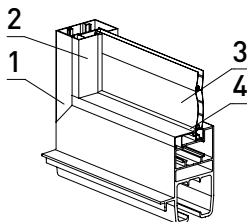

Рис. 19. Установка штапика с уплотнителем **FRK39**:
1. По контуру заполнения установить штапики **2** совместно с уплотнителем **4** (рис. 19).